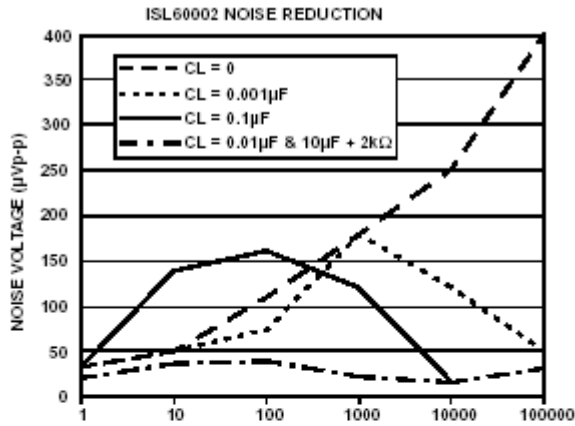

FIGURE 2.
0.1Hz 到 10Hz 带宽下，输出噪声电压的典型值是 $30 \mu V_{p-p}$ 。如典型性能曲线图中所示。噪声量由带通滤波器确定，这一带通滤波器由一个转折频率为 0.1Hz 的单极点高通滤波器和一个转折频率为 12.6Hz 的双极点低通滤波器构成，带宽 9.9Hz。输出上没有电容时，10kHz 到 1MHz 带宽下的噪声近似为 $400 \mu V_{p-p}$ ，如图 2 所示。这些噪声量由一个 2 十进制带通滤波器确定，该滤波器由一个转折频率为 1/10 中心频率的单极点高通滤波器和一个转折频率为 10 倍中心频率的单极点低通滤波器构成。图 2 也展示了在 10kHz 到 1MHz 带宽下的噪声可通过在输出上使用一个 $0.001 \mu F$ 的电容减少大约 $50 \mu V_{p-p}$ 。在输出上使用一个 $0.1 \mu F$ 的电容可以进一步降低在 1kHz 到 100kHz 带宽下的噪声，但是在 1Hz 到 100Hz 带宽上的噪声会增加，因为电容负载为 $0.1 \mu F$ 的非常低功耗的放大器具有不稳定性。对高于 $0.001 \mu F$ 的负载电容，噪声缩减电路如图 3 所示。这一电路网络有效地减少了整个带宽上的噪声。如图 2 所示，使用这个电路网络，将一个 $0.01 \mu F$ 的电容和一个 $2k$ 的电阻与一个 $10 \mu F$ 的电容串联电路的并联，噪声在从 1Hz 到 1MHz 时减少至 $40 \mu V_{p-p}$ 以下。